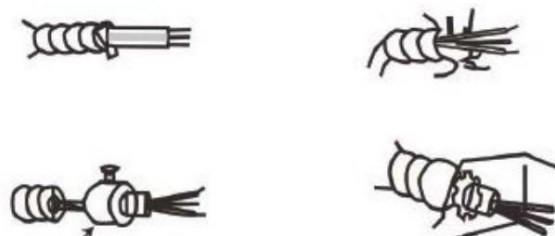

Figure 6
2. Fixez le câble flexible à travers une découpe sur le côté du radiateur conformément aux normes NEC et locales. codes, voir la figure 6 et les **SPÉCIFICATIONS** pour le câblage et les disjoncteurs recommandés.
REMARQUE : Pour certaines applications, un conduit peut être nécessaire (voir Figure 6). Vérifiez les codes électriques locaux.